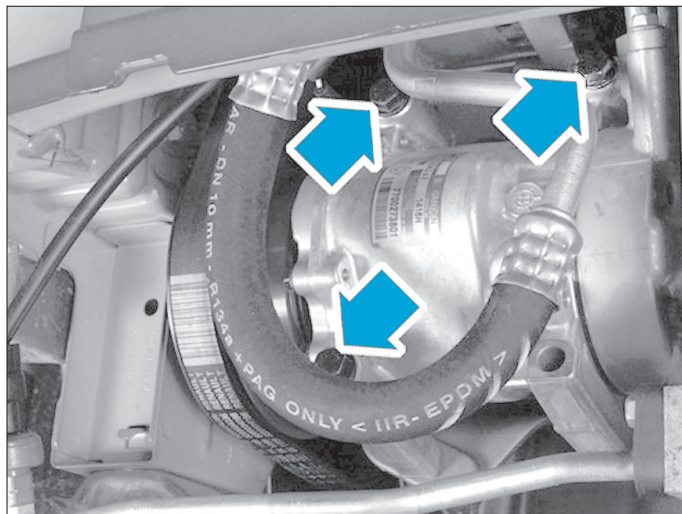

Fig. 7
- les trois vis de maintien du compresseur et extraire celui-ci (Fig.7).